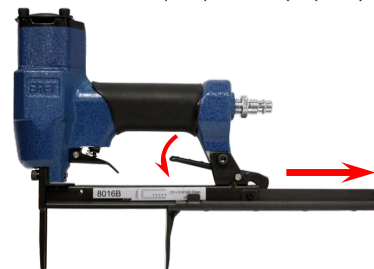

Рис. 3
- Нажмите на защелку магазина и сдвиньте крышку магазина (Рисунок 3).